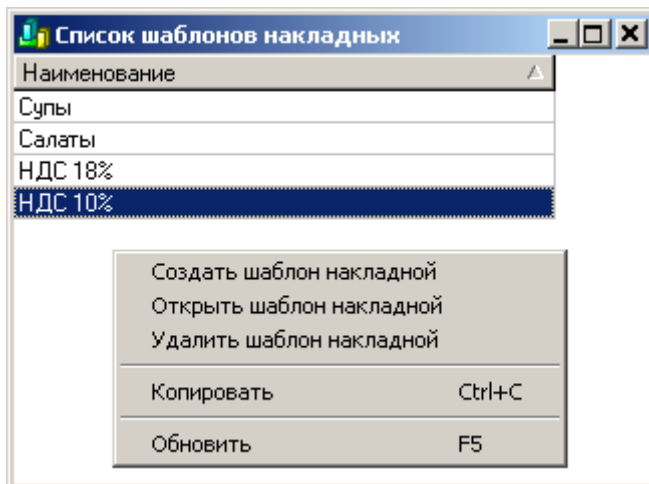

Рис. 391
1. В Store House необходимо создать шаблоны накладных. Для этого в пункте Документы – Список шаблонов накладных – Создать шаблон накладной (см. Рис. 391)